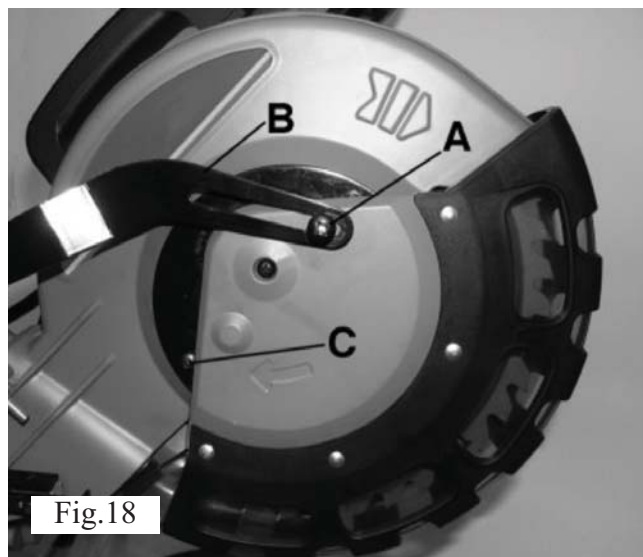

Fig.18
4. Løsn og fjern den store skrue (A) på fig. 18, og flyt koblingsarmen til klingeafskærmningen (B), så den ikke er i vejen. Løsn og fjern stjerneskrue (C), som fastgør afskærmningspladen og den nederste klingeafskærmning til den øverste klingeafskærmning.